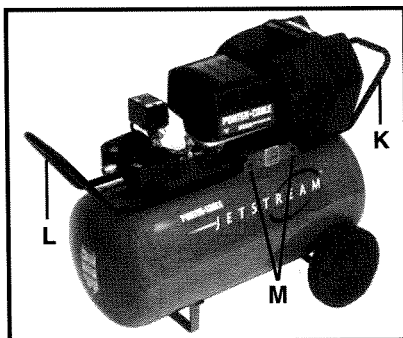

Fig. 5
1. Vea la Fig. 5. Posicione las patas del mango (L) en el interior de la silla del compresor. Alinee los agujeros de las patas del mango con los agujeros de la silla. Posicione las patas del bastidor de la manguera (K) en el interior de las patas del mango. Alinee los agujeros del bastidor de la manguera con los del mango y de la silla. Utilice una llave de  $\frac{3}{8}$ " para fijar el mango y el bastidor de la manguera en la posición correcta con los cuatro tornillos suministrados (dos tornillos (M), a través de cada lado de la silla).